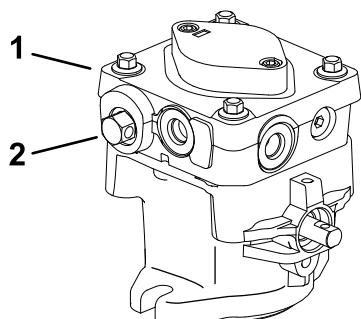

Figura 14
2. Aprite le valvole di bypass girandole in senso antiorario da 1 a 2 giri. Il fluido idraulico bypass così le pompe, consentendo alle ruote di girare (Figura 14).